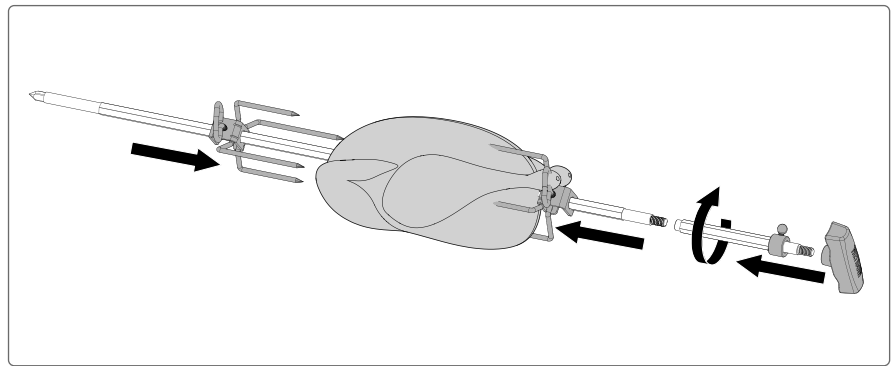

Fig. 4
3. Verbind de verlenging van het draaispit. Schuif de eerste draaispit vork net voorbij het midden van de spitstaaf en draai deze vast. Rijg het vlees aan de spitstaaf en duw het vlees in de vork. Schuif de tweede draaispit vork aan het andere uiteinde van de spitstaaf en duw de vork in het vlees tot deze stevig vastzit. Draai de vork vast **(Afbeelding 4)**.